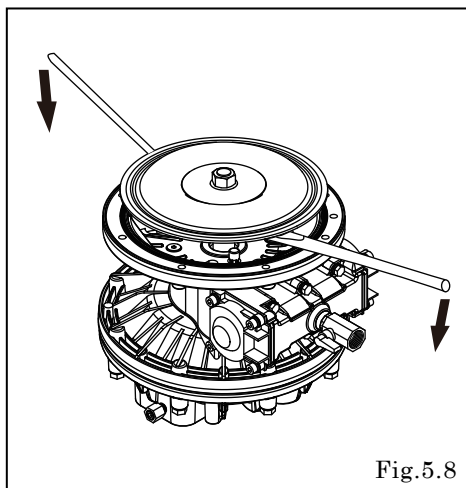

Fig.5.8
- ・片側にダイアフラムを引き出し、Fig.5.8 の状態でアウトチャンバーを取り付ける。
- ・内側のセンターディスクにボールをかけ、反対側に引き出しダイアフラムを反転せる。[Fig.5.8、5.9]